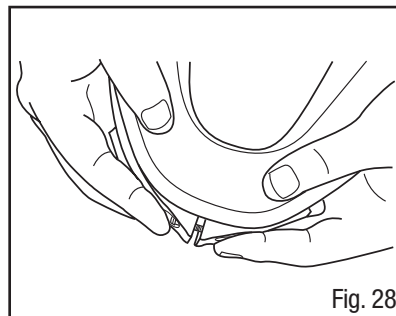

Fig. 28
2. Coloque el marco nuevo, alinee las marcas superiores e inferiores. Instale y apriete bien el tornillo. Asegúrese que las marcas de alineación estén bien alineadas en la parte superior e inferior (Fig. 28).
8. Coloque un nuevo visor y sello facial al alinear las marcas superiores e inferiores. Coloque el marco nuevo, alinee las marcas superiores e inferiores. Instale y apriete bien el tornillo. Asegúrese que las marcas de alineación estén bien alineadas en la parte superior e inferior (Fig. 28).